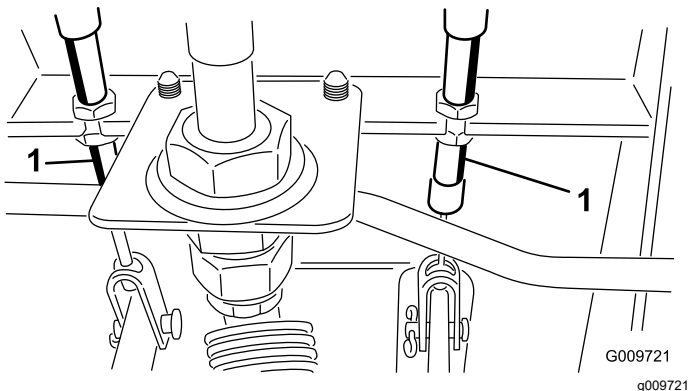

Figura 111
- A. Allentate il dado anteriore sull'estremità filettata del cavo del freno (Figura 111).